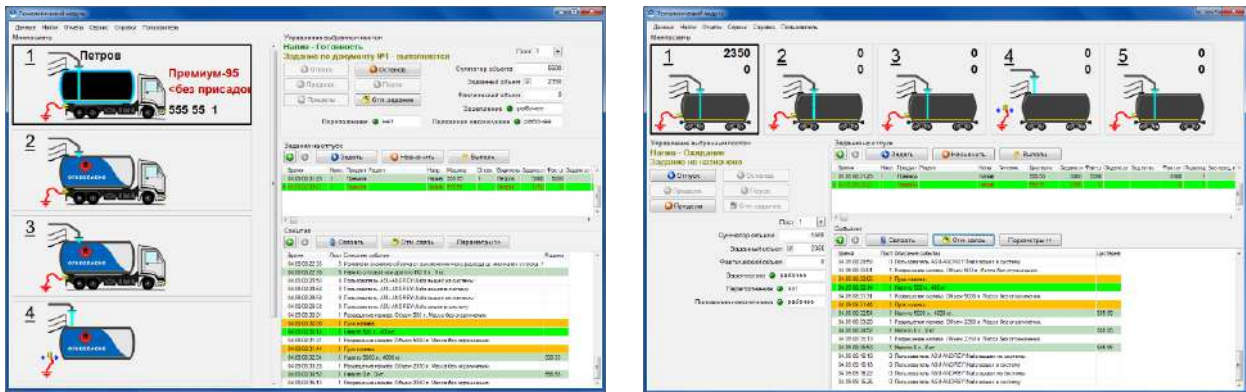

Рис. 11 - Программное обеспечение АО "Промприбор" СКАДА и «АРМ оператора налива и слива»
3.11 Централизованное управление оборудованием всех островков налива может осуществляться от любой системы управления по информационной сети, включающей в себя АРМ оператора, СКАДА систему с регистрацией событий *см. рис. 11*.